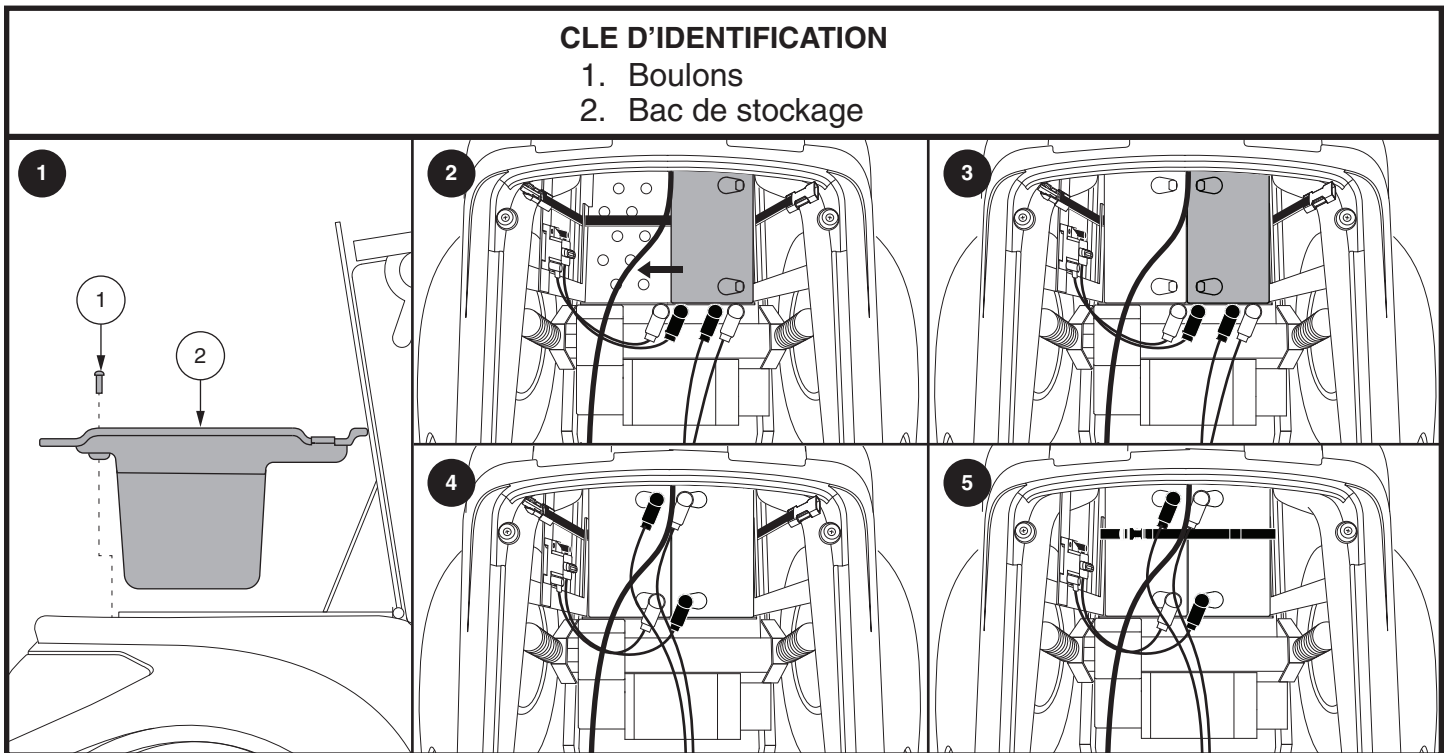

Figure 10. Installation des batteries
2. Retirez les deux vis du bac de stockage. Soulevez le bac de stockage du compartiment de rangement arrière. **Voir la figure 10.**
6. Placez les nouvelles batteries dans le compartiment des batteries, en commençant par la batterie de gauche. Insérez la batterie de gauche sur le côté droit, et faites-la glisser vers la position gauche. Ensuite, insérez la batterie de droite. **Voir la figure 10.**